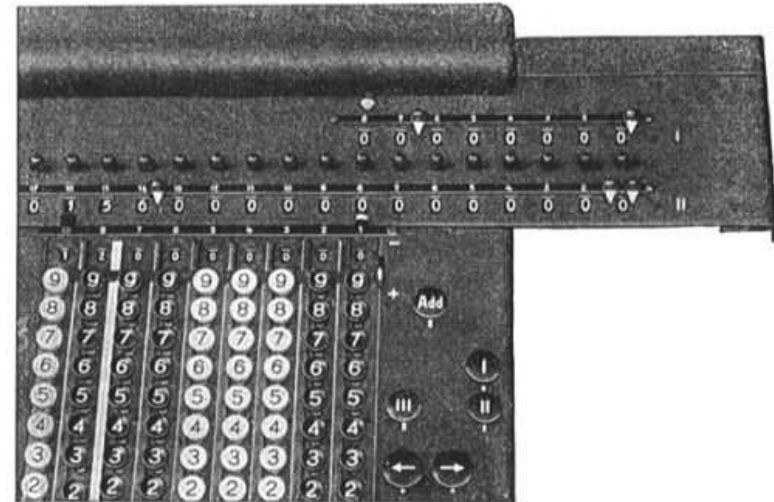

Abbildung 6
Lösung: Wagen mit Hilfe der Wagentransporttaste (26) ganz nach rechts herausbringen. Zählwerke löschen und darauf achten, daß die Add.-Taste (5) nicht eingerastet ist. Links im Resultatwerk (10), und zwar über der ersten linken Tastenreihe beginnend, den Dividenten 156 einstellen. Dies geschieht durch Linksdrehung der Einstellwirtel (13). Divisor in die Tastatur bringen und zwar mit der 1 unter die 1 des Dividenten, so daß sich folgendes Schaubild ergibt (siehe Abbildung 6).